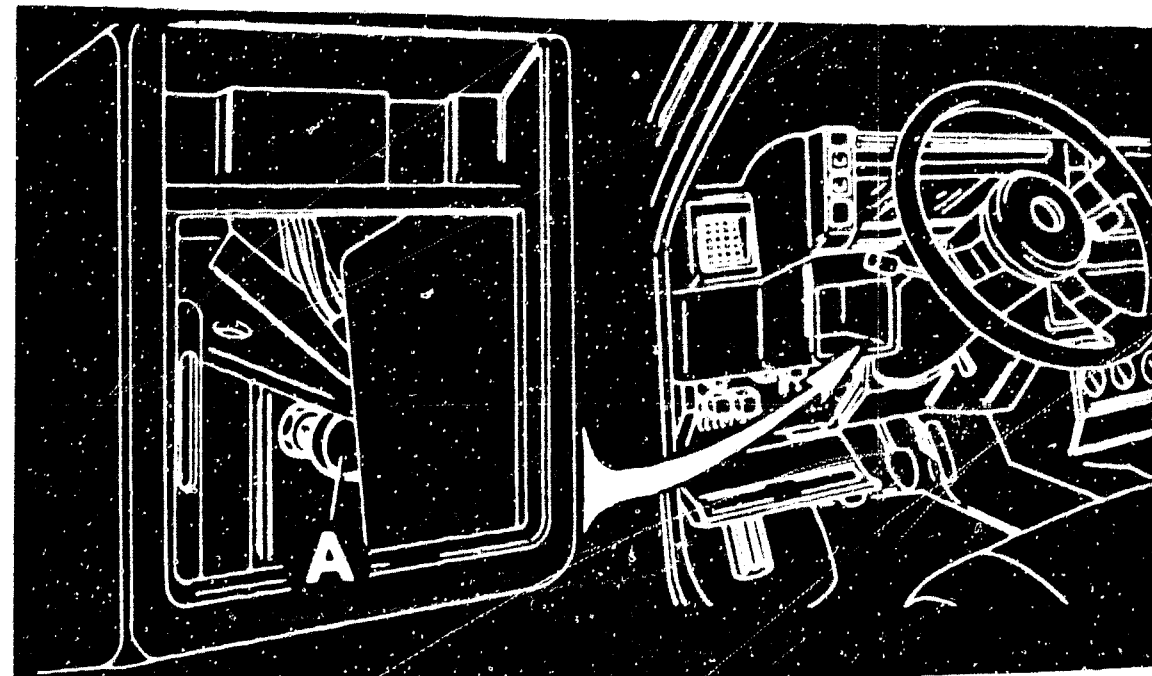

Bild 46 Um den Bremslichtschalter (A) zu erreichen, muss das Ablagefach im Armaturenbrett links neben der Lenksäule ausgebaut werden.
- b) Der **Bremslichtschalter** befindet sich auf dem Bügel an der hinteren Lagerung der Lenksäule (Bild 46).